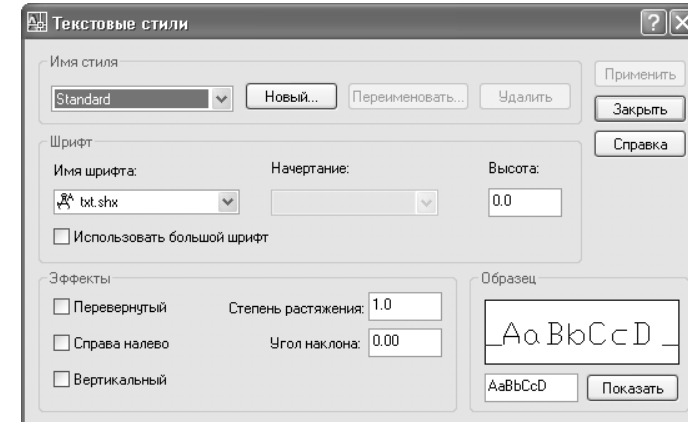

Рис. 10.1 ▾ Диалоговое окно **Текстовые стили** (Text Style) с параметрами стандартного стиля AutoCAD
4. Выберите из меню команду **Формат** ⇒ **Текстовый стиль** (Format ⇒ Text Style) либо введите в командном окне команду **Стиль** (STYLE) или просто **ст** (ST). Можно также отобразить панель инструментов **Текст** (Text) и щелкнуть на кнопке  **Текстовые стили** (Text Style) этой панели. В любом случае на экране появится диалоговое окно **Текстовые стили** (Text Style) с параметрами используемого по умолчанию встроенного текстового стиля **Standard** (рис. 10.1).
*Примечание.* Если в определении стиля шрифта параметр **Высота** (Height) имеет значение **0.0** (как, например, для шрифта **Standard** на рис. 10.1), это означает, что высота текста может быть произвольной и что ее нужно будет задавать вручную при создании каждого текстового объекта, основанного на таком стиле.